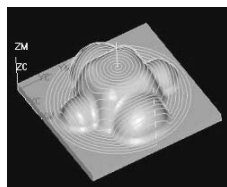

图 1-24 等高层切方式
4) 等高线层切法。将零件分成若干层，一层一层逐层往下切，在每层中将零件所有区域加工完后再进行下一层，在每一层均采用螺旋或圆弧进刀，同时采用无尖角刀具轨迹，这样有利于排屑，也避免了切削力发生突变，如图 1-24 所示。特别是对薄壁零件来说更应采用这种刀具轨迹，因为这种刀具轨迹的切削过程中薄壁还能保持较高的刚性。